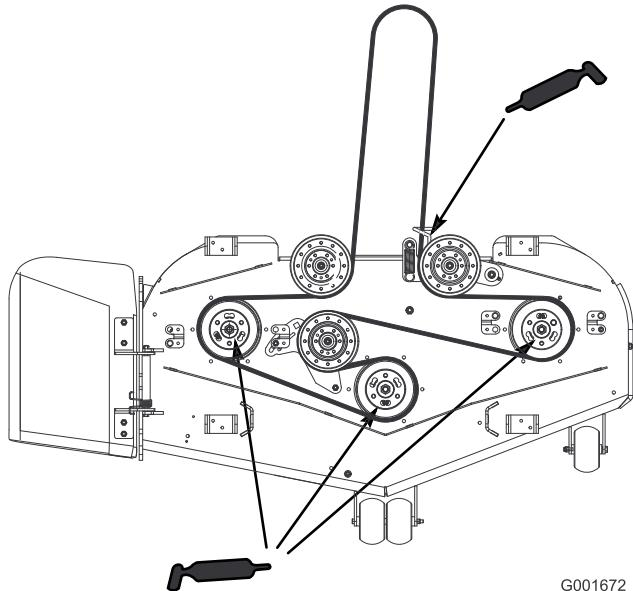

Figura 26
4. Engrase los tres cojinetes de los ejes debajo de las poleas hasta que rezume grasa de las juntas inferiores (Figura 26).
5. Engrase el brazo tensor de la plataforma del cortacésped (Figura 26).
6. Lubrique los puntos de engrase de los brazos de empuje (Figura 26).